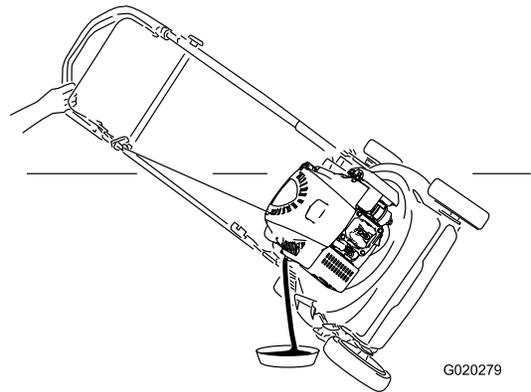

Bild 29
5. Kippen Sie den Rasenmäher seitlich (Peilstab nach unten), um das Altöl über das Öleinfüllrohr abzulassen (Bild 29).